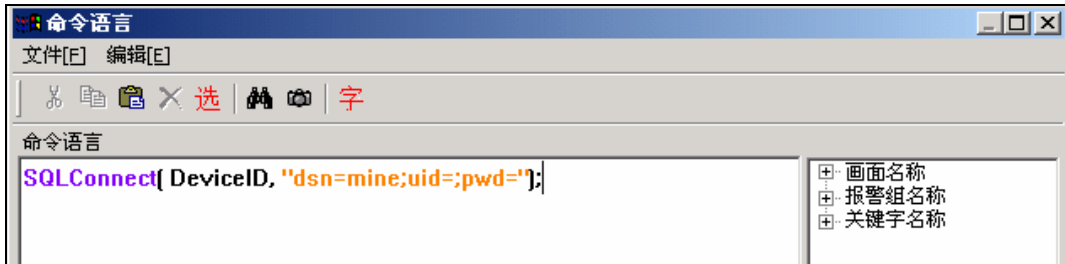

图 6-4 数据库连接命令语言
(1) 在工程浏览器窗口的数据词典中定义一个内存整型变量，变量名为 DeviceID，变量类型为内存整型。
(2) 新建一画面，名称为：数据库操作画面。
(3) 选择工具箱中的文本工具，在画面上输入文字：数据库操作。
(4) 在画面中添加一按钮，按钮文本为：数据库连接。
(5) 在按钮的弹起事件中输入如下命令语言，如图 6-4 所示。